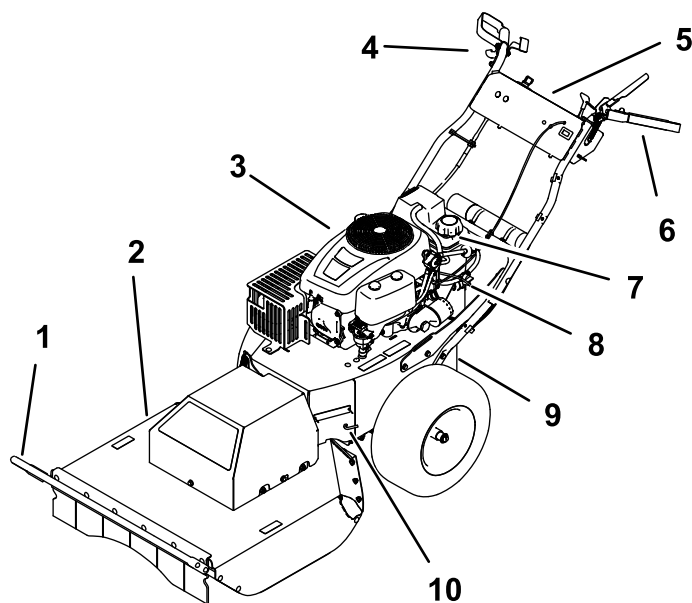
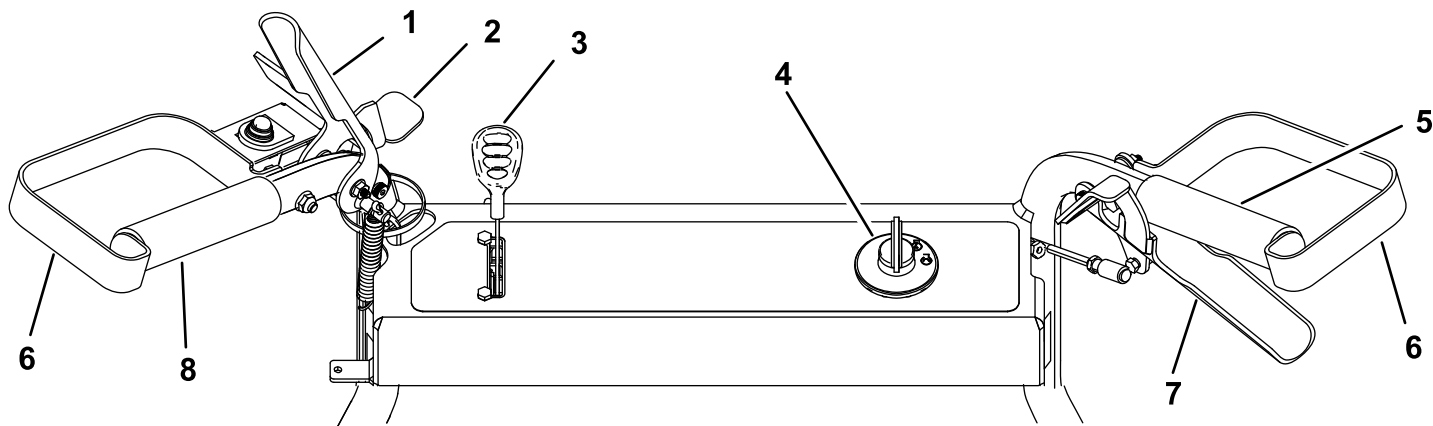

Bild 6
Bild 7
Machen Sie sich mit den Bedienelementen (Bild 6 und Bild 7) vertraut, bevor Sie den Motor anlassen und die Maschine bedienen.
3. Reinigen Sie den Bereich um den Tankdeckel herum und nehmen Sie den Deckel ab (Bild 6).